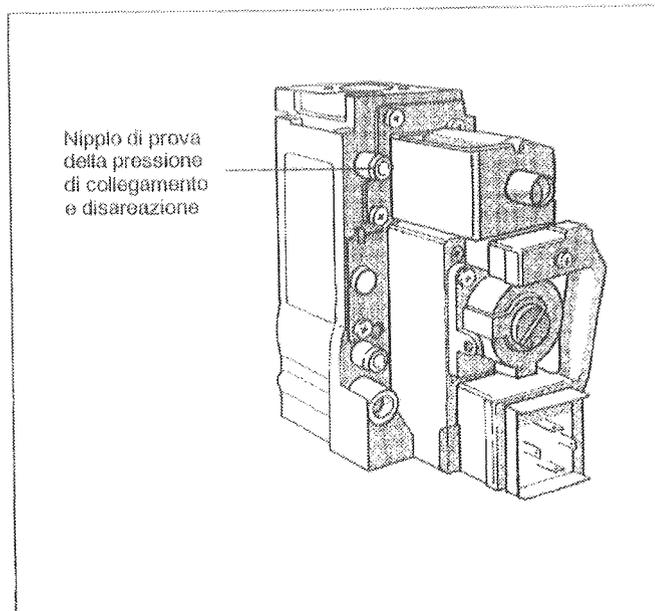
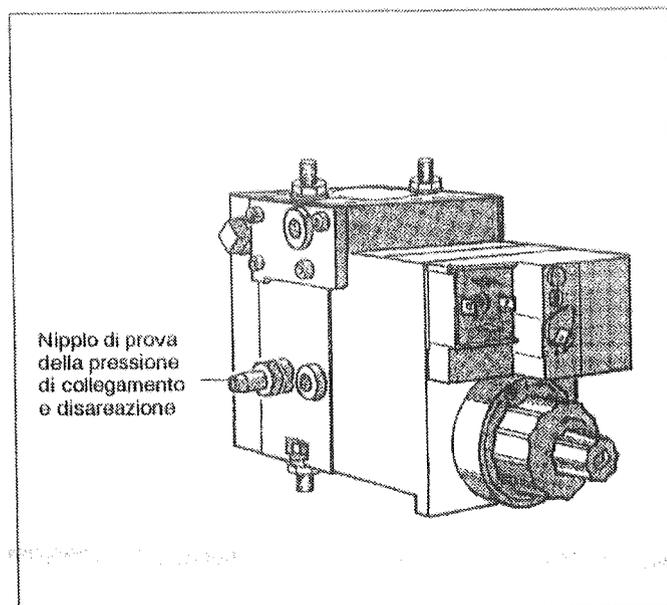

Fig. 27: Apparecchiatura del bruciatore a gas Honeywell VR 4601
Fig. 28: Armatura bruciatore a gas DUNGS MBDLE
- Allentare di due giri la vite di chiusura del nipplo di prova della pressione di collegamento posto sull'apparecchiatura gas (Fig. 27 o Fig. 28).